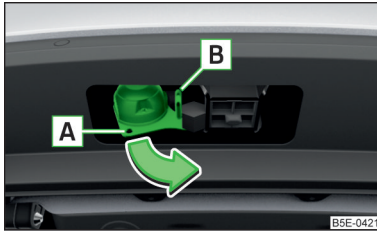

Abb. 306
- › Die 13-polige Steckdose im Bereich **A** fassen und in Pfeilrichtung ausschwenken » Abb. 306.
- › Die Abdeckkappe der Steckdose aufklappen und den Stecker des Anhängers (des Zubehörs) in die 13-polige Steckdose **A** einstecken » Abb. 306. (Wenn der Anhänger/das Zubehör über einen 7-poligen Stecker verfügt, einen Adapter aus dem ŠKODA Original Zubehör verwenden).